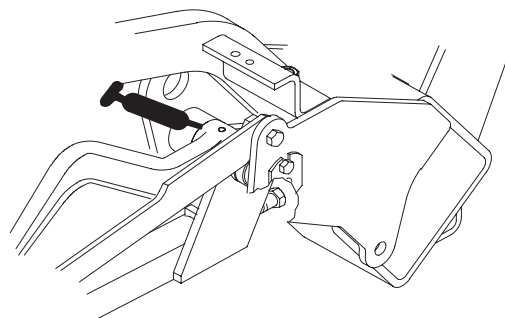

Figure 33
- Bras de relevage (3) (Fig. 33).